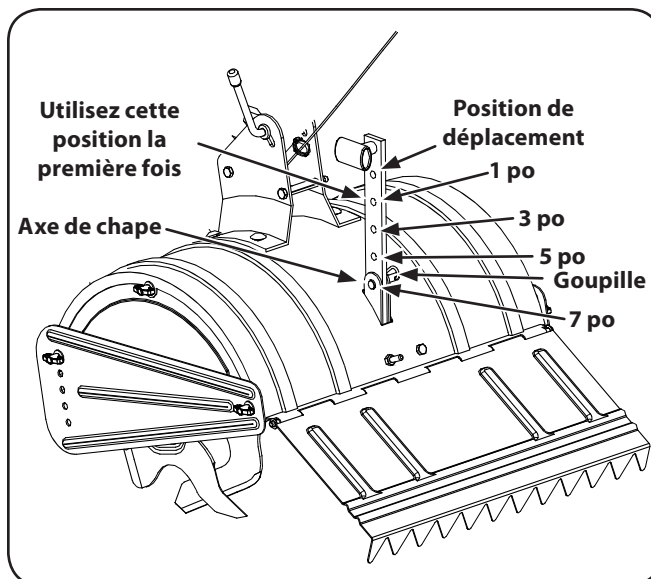

Figure 5-1
1. Lors de la première utilisation du motoculteur, employez le deuxième trou de réglage à partir du haut (profondeur de travail: 1 po). Voir la Fig. 5-1.
6. Enlevez l'axe de chape et la goupille épinglée pour ajuster le guide de profondeur. Voir la Fig. 5-1. Placez le guide de profondeur à la position voulue. Maintenez en place avec l'axe de chape et la goupille épinglée.